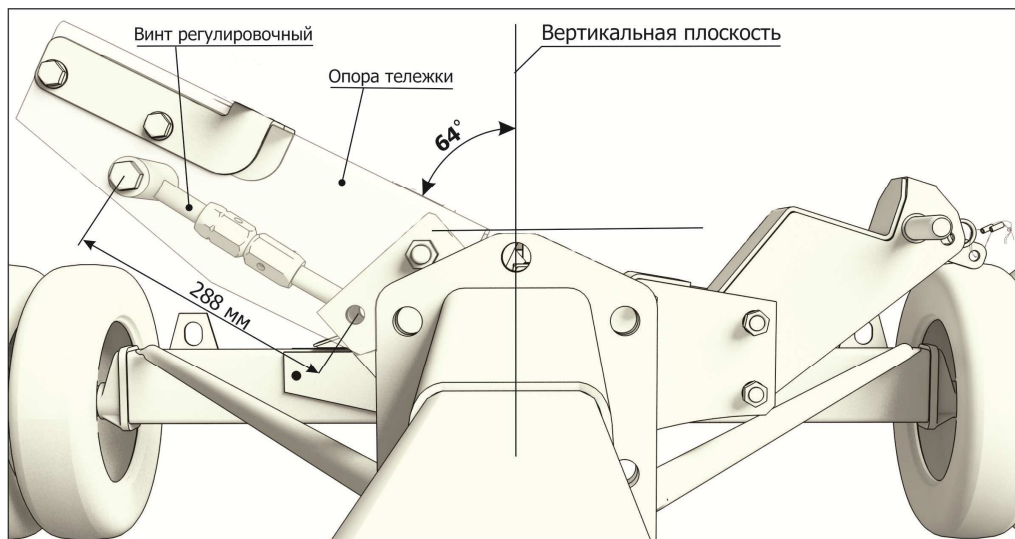

Рисунок 8.7
- установить требуемый наклон опор тележки (см. рисунок 8.7) при помощи регулировочного винта. Длина винта должна составлять 288 мм. При этом угол наклона опор будет составлять  $64^{\circ}$ ;